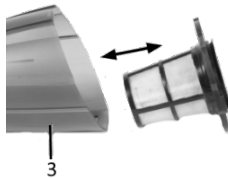
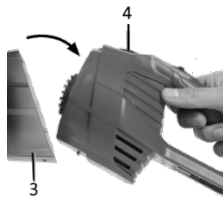

Рисунок 2
Рисунок 4
4.3 Виріб оснащений тканинним фільтр-мішком натисніть на фіксатор (4) і одночасно зніміть бак (3). Потім ви можете достати фільтр з баку (3) (Рисунок 2).
Після очистки, знову встановіть фільтр (9) у бак (3) (Рисунок 2). Потім встановіть бак (3) назад на пилосос (Рисунок 4).